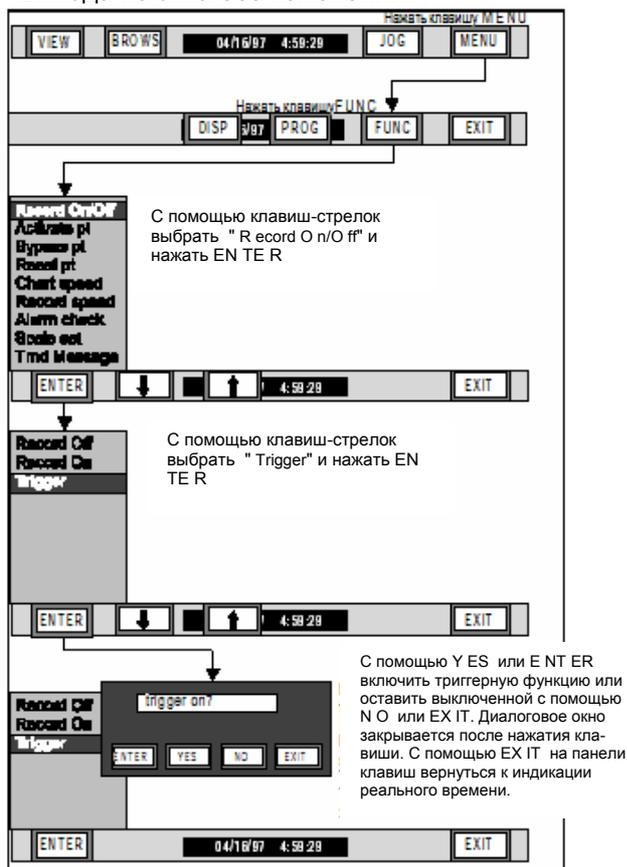

Рис. 3-32 Диаграмма процесса включения триггерного режима
3. Триггер - Функция "Trigger" подготавливает прибор к началу записи при возникновении внешнего или внутреннего события. Внутренние триггерные сигналы Вы можете определить в меню параметрирования в пункте "Record Setup" ("Установка сохранения данных"); внешние устанавливаются в том же меню в "Digital I/O" ("Цифровой ввод/вывод"). Если регистратор работает в триггерном режиме, то каждый триггерный сигнал управляет включением и выключением сохранения данных, в зависимости от того, активно или пассивно соответствующее событие. Для установки триггерного режима см. рис.3-32 и следующие шаги: